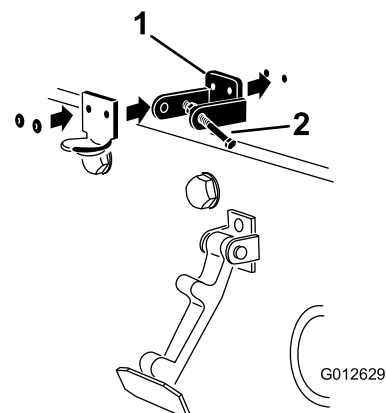

Figure 4
4. Alignez les trous de montage et positionnez le support de loquet CE et le support de loquet du capot sur le capot (Figure 4).
6. Rivez les supports et les rondelles sur le capot (Figure 4).